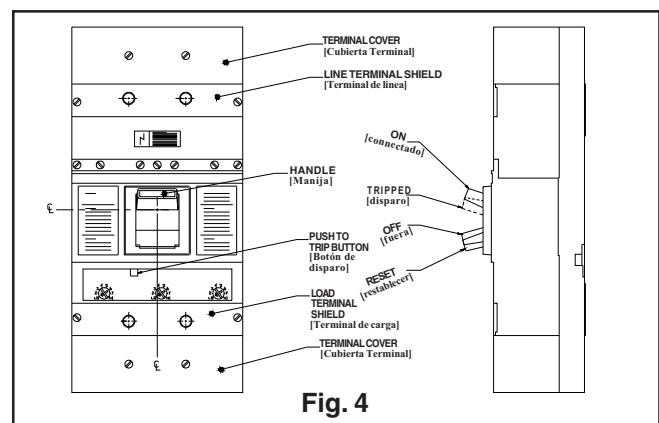

Fig. 4
4. Remove the line and load terminal shields (see Fig. 4) by loosening the two terminal shield screws that attach them to the line and load covers.
4. Remover cubiertas terminales como indica fig. 4.
Manual operation of the device is controlled by the circuit breaker handle and the PUSH-TO-TRIP button. The device handle has three indicating positions, two of which are molded into the handle to indicate ON and OFF. The third position indicates a TRIP position and is between the ON and OFF positions. (See Fig. 4)
La operación de cierre y apertura del interruptor se efectúa por medio de la manija y con el botón pulsador se logra un disparo de prueba. La manija del interruptor tiene 3 posiciones, 2 de las cuales están moldeadas dentro de la manija del interruptor e indican "ON" conectado y "OFF" desconectado, la posición "trip" disparo se encuentra entre la posición "ON" y "OFF" ver fig. 4.